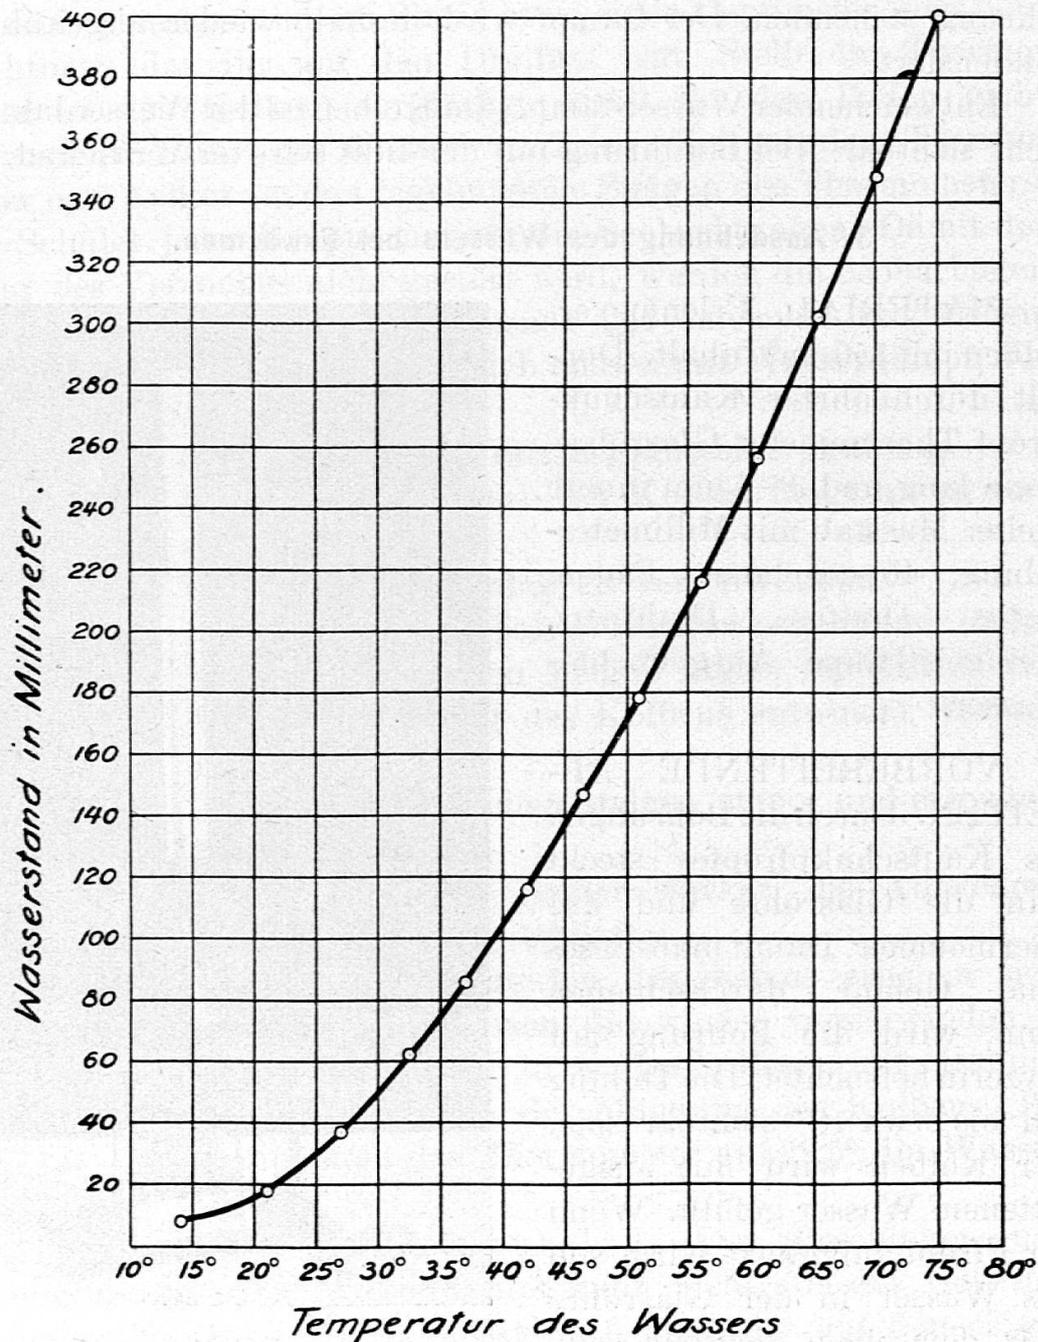

Fig. 12
2. Graphische Darstellung. (Siehe Fig. 12.) Die Schüler erhalten ein Blatt 4 mm kariertes Papier. Auf der Abszisse werden die Temperaturen abgetragen,  $1^{\circ} = 4$  mm; auf der Ordinate der Wasserstand, 10 cm als 4 mm.